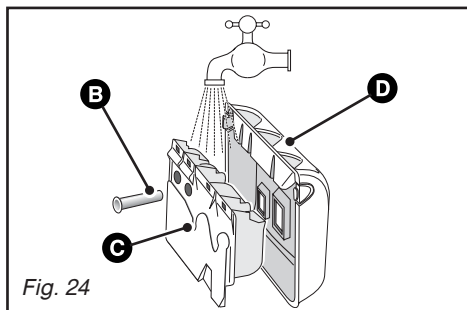

Fig. 24
- retirez le siphon **B** situé à l'arrière de la boîte **C** et séparez cette dernière de son enjoliveur avant **D** (*Fig. 24*)